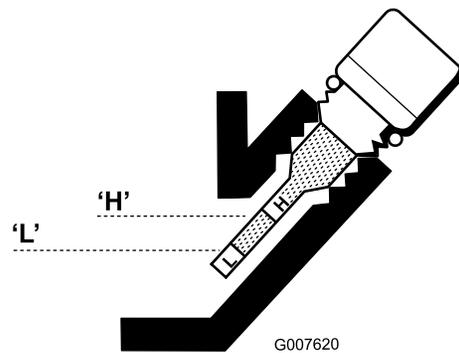

Figura 26
3. Limpie el indicador e introdúzcalo en el orificio de llenado. No lo enrosque en el orificio. Luego retírelo y verifique el nivel de aceite. Si el nivel es bajo, añada solamente aceite suficiente para que llegue entre las marcas "H" y "L" del indicador (Figura 26). Vuelva a comprobar el nivel de aceite. No llene demasiado.